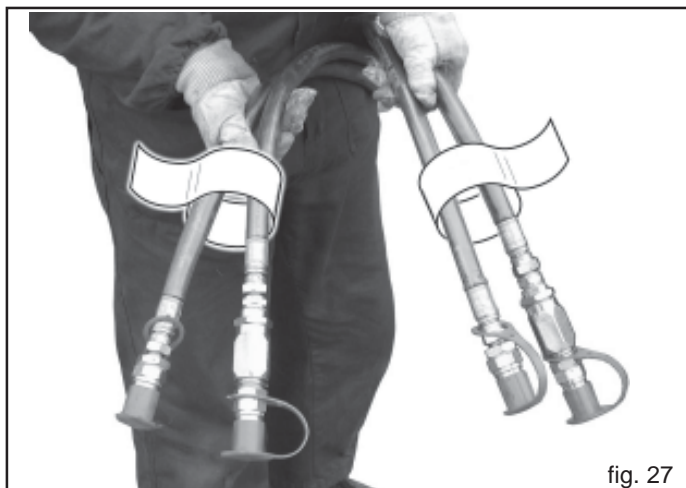

fig. 27
- 4) Raccorder correctement les tuyaux oléohydrauliques aux distributeurs du tracteur, en suivant l'indication figurant sur chaque tuyau (Fig. 27).